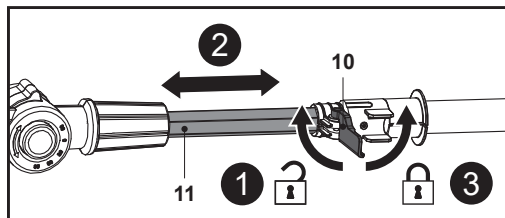

Fig. 24
1. Desserrer le levier de verrouillage (10) (Fig. 24, étape 1).
2. Régler à la longueur souhaitée en tirant ou en poussant la perche télescopique (11) (Fig. 24, étape 2).
3. Fixer la position de la perche télescopique (11) en resserrant le levier de verrouillage (10) à sa position d'origine (Fig. 24, étape 3).